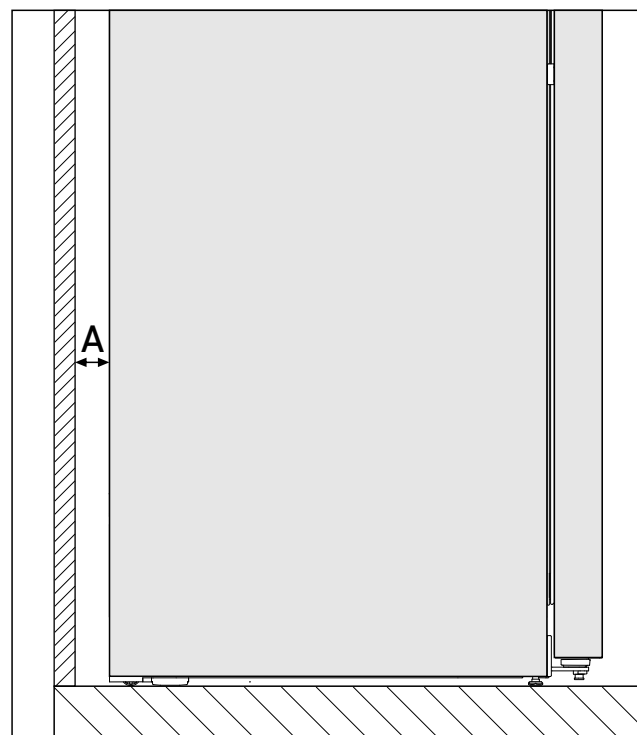

Fig. 3*
La consommation d'énergie a été déterminée avec une distance des murs *Fig. 3 (A)* entre l'arrière de l'appareil et le mur. Si la distance des murs est inférieure à *Fig. 3 (A)*, cela n'a aucune incidence sur le fonctionnement de l'appareil. En revanche, la consommation d'énergie augmente légèrement lorsque la distance des murs est réduite.*